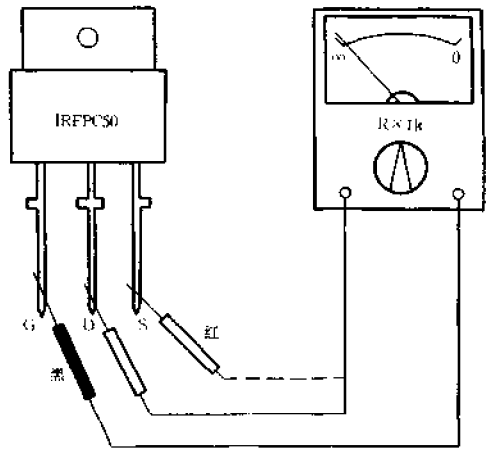

图4-161 判定VMOS管栅极的方法
(1) 判定栅极。测试方法如图 4-161 所示,将万用表置于  $R \times$